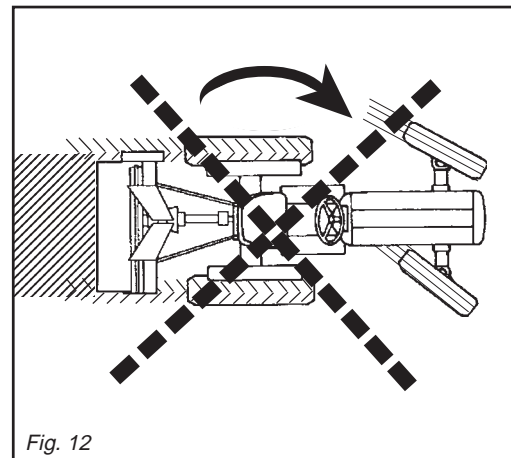
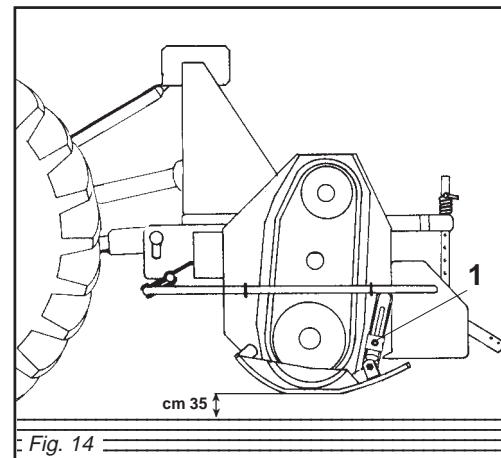

Fig. 12
Fig. 14
Evitare di far girare a vuoto (fuori del terreno) la zappatrice. Durante il lavoro evitare di effettuare curve con la macchina interrata, ne tantomeno lavorare in retromarcia (Fig. 12, 13). Sollevarla sempre per i cambiamenti di direzione e le inversioni di marcia. Durante il trasporto, od ogni qualvolta si renda necessario il sollevamento della zappatrice, è opportuno che il gruppo di sollevamento del trattore venga regolato in modo che la zappatrice stessa non sia sollevata da terra per più di 35 cm circa (Fig. 14).
*Never allow the steering hoe to operate out of the soil. During work, avoid turning corners while the implement is soil working. Never work in reverse (Fig. 12, 13). Always raise the implement in order to reverse or change direction. During transport, or whenever the implement must be raised, it is advisable to adjust the lift unit of the tractor so that the implement itself is not raised more than about 35 cm from the ground (Fig. 14).*
Vermeiden Sie es, die Hackfräse unbelastet (außerhalb der Erde) laufen zu lassen. Wenn das Gerät unterirdisch arbeitet, keine Kurven fahren und auch nicht rückwärts fahren (Abb. 12, 13). Das Gerät zum Ändern der Richtung und zum Wenden immer ausheben. Während des Transportes, jedesmal wenn das Ausheben des Gerätes erforderlich wird, sollte der Kraftheber des Schleppers immer so eingestellt werden, daß das Gerät nicht mehr als circa 35 cm Abstand vom Boden aufweist (Abb. 14).
*Evitez de faire tourner l'appareil à vide (hors du sol). Pendant le travail évitez les virages quand la houe est enterrée ou bien en marche arrière. Relevez toujours l'appareil lors des changements de direction et des inversions de marche (Fig. 12, 13). Pendant le déplacement et chaque fois qu'il faut relever la houe, veillez à ce que le groupe de relevage du tracteur soit réglé de manière à la soulever au moins de 35 cm (Fig. 14).*
Evitar hacer girar en vacío (no apoyada sobre el terreno) la binadora. Durante el trabajo evitar efectuar curvas con la máquina enterrada y no trabajar marcha atrás. Alzarla siempre para cambiar de dirección y para las inversiones de marcha (Fig. 12, 13). Durante el transporte, cada vez que se hace necesario alzar el equipo, es conveniente que el grupo de elevación del tractor se regule en modo tal que el equipo mismo no se alce desde el suelo más de 35 cm aprox. (Fig. 14).
**Zappatrici con slitte:** per regolare la profondità nelle zappatrici con slitte, è necessario allentare la vite di registro (1 Fig. 14), alzare o abbassare la slitta nella posizione desiderata, riavvitare poi la vite di registro. Questa operazione va effettuata su tutte e due le slitte e varia a seconda del terreno.
**Machine with skids:** to adjust working depth on this type of machine you must loosen the adjustment screw (1 Fig. 14) and raise or lower the skid the desired amount. Then retighten the screw. Both skids should be subjected to this operation which will vary according to the type of soil.
**Maschine mit Schlitten:** um die Arbeitstiefe der Maschine mit Schlitten zu bestimmen, ist es notwendig die Stellschraube zu lockern (1 Abb. 14), den Schlitten im gewünschten Maße zu heben oder zu senken, und die Stellschraube wieder anzuziehen. Dieser Vorgang ist auf beiden Kufen vorzunehmen und hängt von der Bodenbeschaffenheit ab.
**Machine avec patins:** pour régler la profondeur sur les machines avec patins, desserrer la vis de réglage (1 Fig. 14), soulever ou abaisser les patins à la mesure désirée et revisser la vis de réglage.
**Máquinas con correderas:** para ajustar la profundidad en las máquinas con correderas, hace falta quitar el perno de registro (1 Fig. 14), subir o bajar las correderas de la misma deseada y volver a introducir el perno en su agujero. Esta operación se efectúa sobre ambas correderas y varia de acuerdo al terreno.